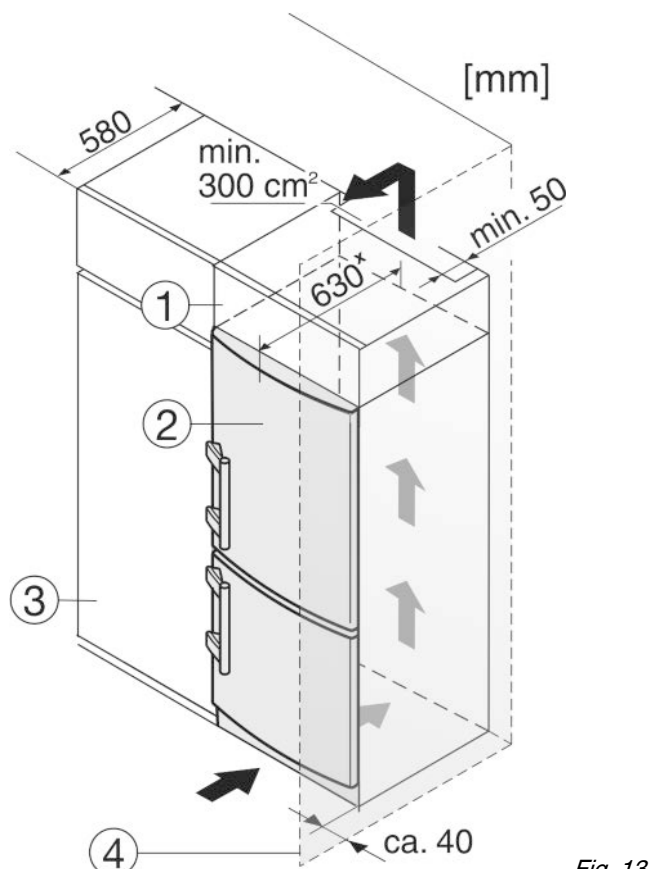

Fig. 13
- (1) Дополнительный шкафчик
- (2) Устройство
- (3) Кухонный шкаф
- (4) Стенка
Устройство может быть окружено предметами кухонной обстановки. Чтобы уравнивать устройство Fig. 13 (2) по высоте с кухонной стенкой, можно установить над устройством соответствующий дополнительный шкафчик Fig. 13 (1).
При комбинировании с кухонными шкафами (глубина макс. 580 мм) устройство можно установить непосредственно рядом с кухонным шкафом Fig. 13 (3). Устройство выступает сбоку на 34 мм* и по центру на 50 мм* относительно передней стенки кухонного шкафа.
Если устройство установлено на шарнирах у стены Fig. 13 (4), то расстояние между устройством и стеной должно быть не менее 40 мм. Настолько выступает ручка при открытой двери.